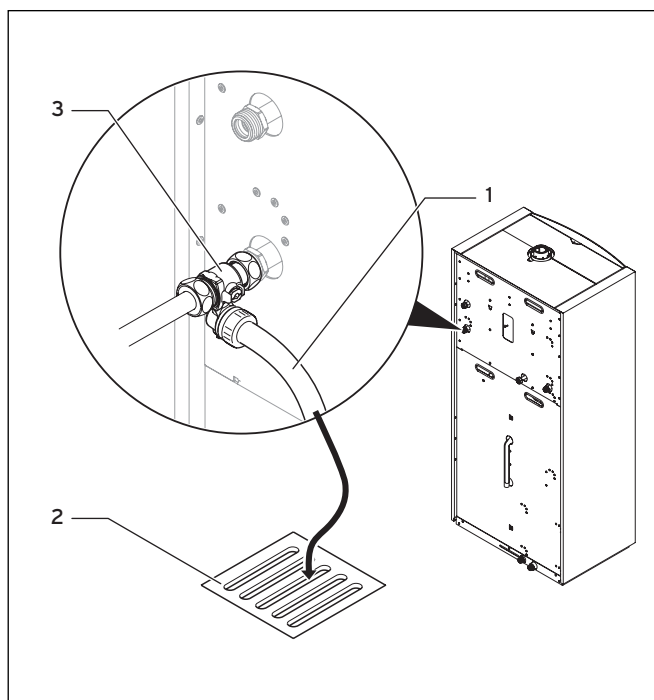

Abb. 7.4 Spülschlauch am Heizungsvorlauf
- Schließen Sie einen Spülschlauch (1) an den Wartungshahn am Heizungsvorlauf (3) an (→ **Abb. 7.4**).
- Leiten Sie das andere Ende des Spülschlauches in einen geeigneten Abfluss (2).
- Öffnen Sie den Wartungshahn (1) am Heizungsanlauf (2).
- Spülen Sie den Heizkreis so lange durch, bis sich keine Luft mehr im System befindet; das Wasser tritt blasenfrei aus dem Spülschlauch (1 in **Abb. 7.4**) bzw. an den Entlüftungsstellen in der Heizungsanlage aus.
- Nehmen Sie den Spülschlauch (1) vom Wartungshahn (3) am Heizungsanlauf ab (→ **Abb. 7.4**).